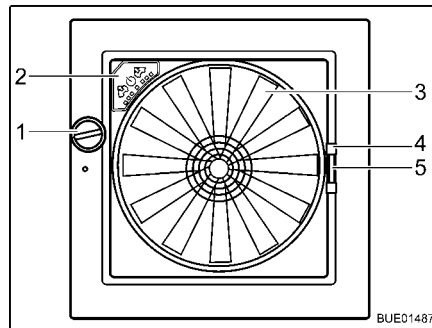

Fig. 127 Oblò Omni-Vent
- Ruotare la manopola (Fig. 127,1), finché non si raggiunge l'angolo di apertura desiderato.
- Ruotare la manopola (Fig. 127,1), finché l'oblò non è completamente chiuso.
- Tirare la protezione contro gli insetti per la maniglia (Fig. 127,4) verso il lato opposto del telaio.
- Serrare la maniglia (Fig. 127,5) dell'oscurante.
- Ventilatore** Se l'oblò è aperto, l'abitacolo può essere ventilato e sfiato con il ventilatore a 6 stadi (Fig. 127,3). Il ventilatore si controlla dal quadro di comando (Fig. 127,2).